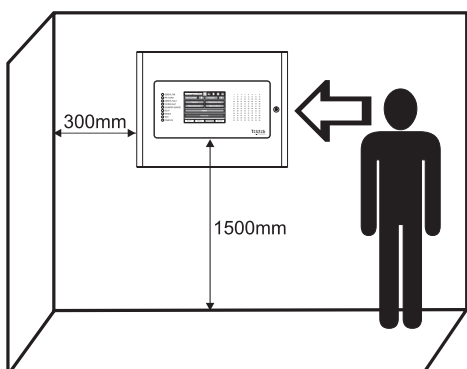

Figura 7A
• O painel deve ser instalado em local limpo e seco e não deve estar sujeito a impactos ou vibrações (Figura 7A). Deve estar situado longe de aparelhos de aquecimento. A temperatura deve estar entre -5°C e + 40°C. O painel de incêndio não é à prova d'água!